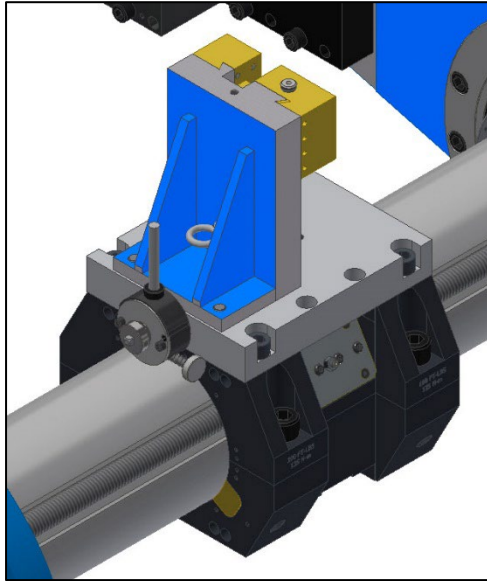
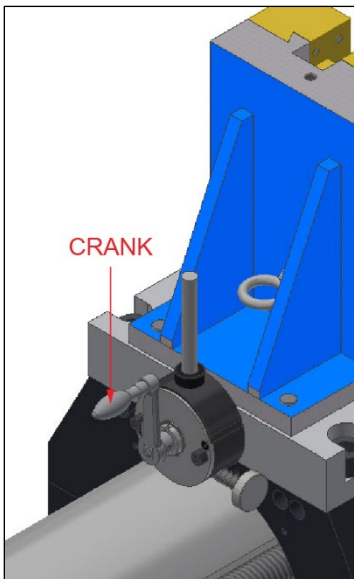

Figure 22. Tête de surfage montée directement sur le porte-outil
Figure 25. Tête de surfacage montée directement avec la poignée de la manivelle droite attachée
- a) Si aucune entretoise n'est utilisée (voir Figure 22), utiliser la poignée de manivelle droite et l'engagement de l'avance pour faire des ajustements manuels et engager l'avance manuelle (voir les Figures 25 et 26 page 36).